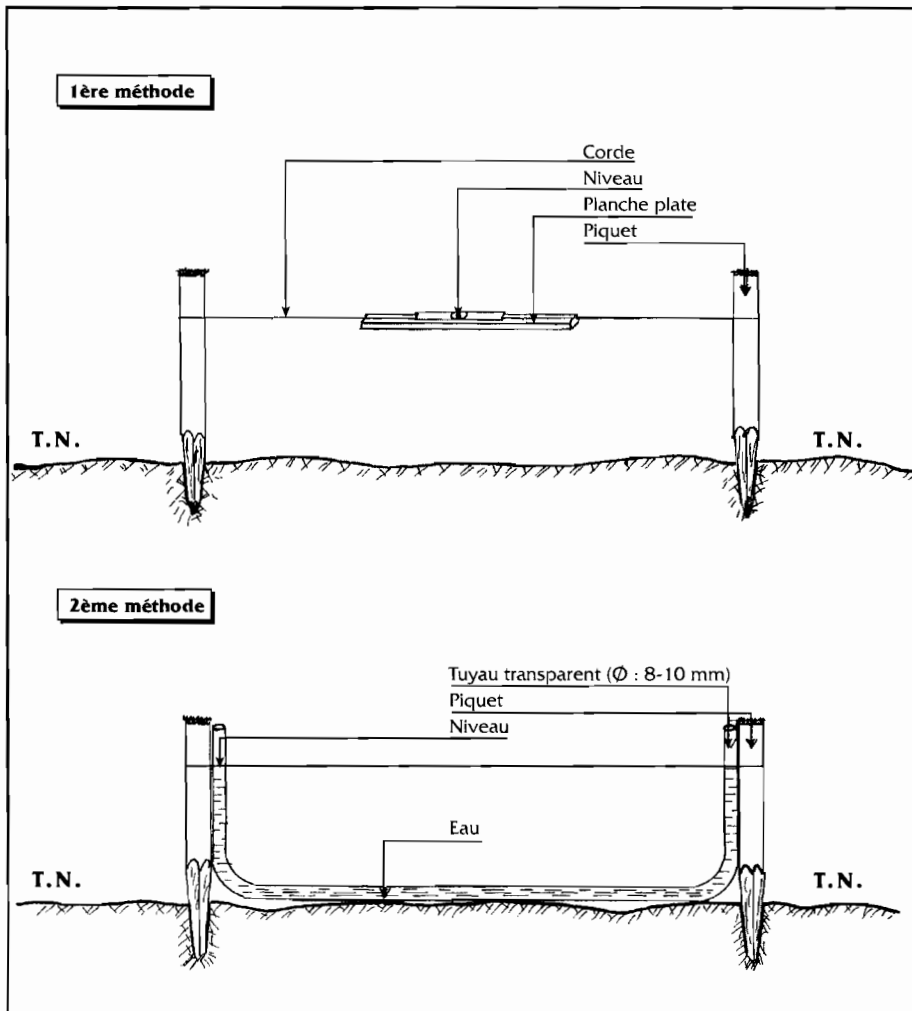

Figure 5 :
5.9 / Creuser la cuve du digesteur à 2,98m de profondeur par rapport à la ligne de référence. FIG.5.